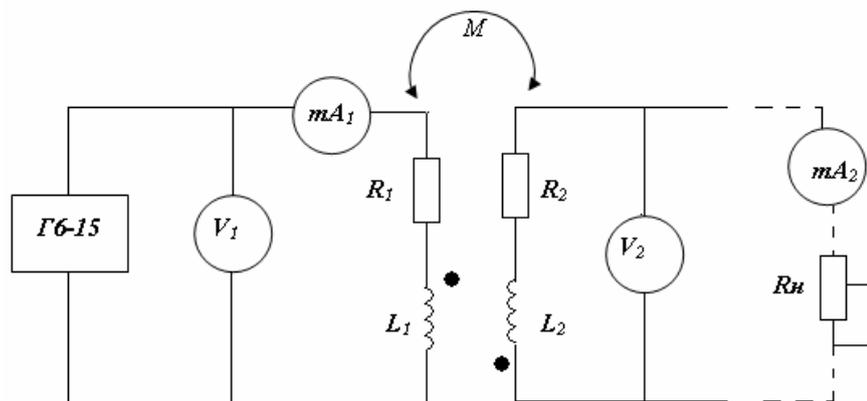

Рис. 7
5. Собрать цепь по схеме (рис. 7). Результаты измерений записать в табл. 3.